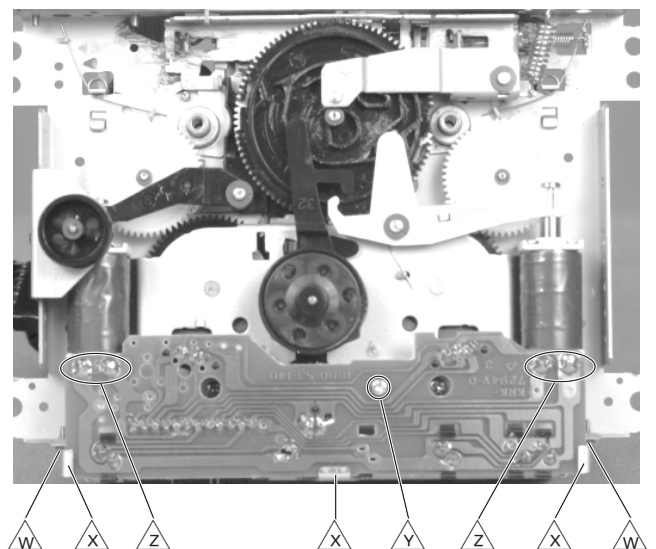

Fig. 41
**31. Laufwerkleiterplatte ausbauen** (Fig. 41)
**31. Removing the drive mechanism circuit board** (Fig. 41)